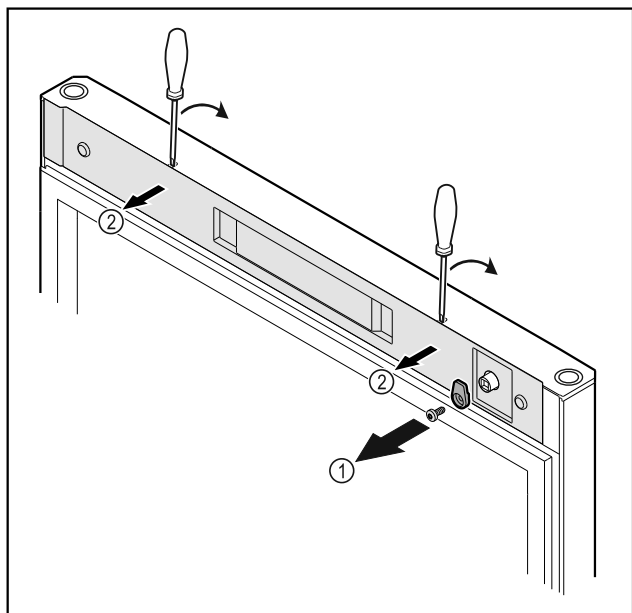

Fig. 10
- ▶ Odkręcić haczyk zamykający Fig. 10 (1).
- ▶ Ostonkę Fig. 10 (1) podważyć małym śrubokrętem i zdjąć.